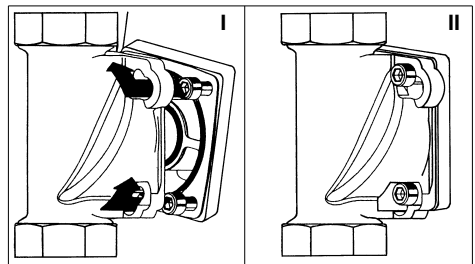

Abb. 7: Funktion Bajonett (Abb. ähnlich)
- An den Parallel-Anschlussblock so ansetzen, dass die Schraubenköpfe durch die Bajonettbohrungen hindurchgehen (siehe Abb. 7 I).
- Die vier Zylinderschrauben M6x130 fest anziehen (siehe Abb. 7 II).